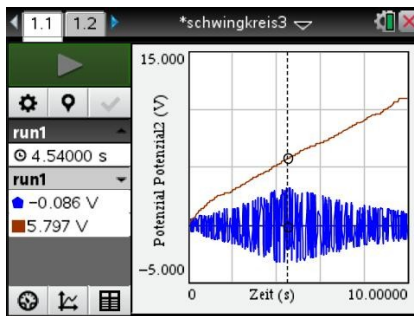

Bild 14.3
3. *optional:* Nutzt man VCF, so muss man zusätzlich den Verlauf der Steuerspannung für den Tongenerator mit einblenden (Bild 14.3 und 14.4). Jetzt kann man mit dem Cursor den Graphen abtasten und das jeweilige Extremum der Hüllkurve bestimmen. Im Beispiel ist es beim Parallelschwingkreis bei 5,797 V und beim Serienschwingkreis bei 5,521 V. Verfügt der Tongenerator über eine Frequenzanzeige, so muss man lediglich die Gleichspannung auf die ermittelten Werte einstellen und die Frequenz ablesen.